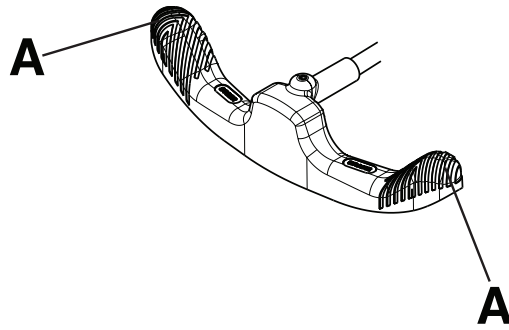

图 4 – 操作制动器/转向踏板
注解 - 切勿向下推制动/转向踏板的中心。始终向下推制动/转向踏板的外侧 (A) (图 4)。